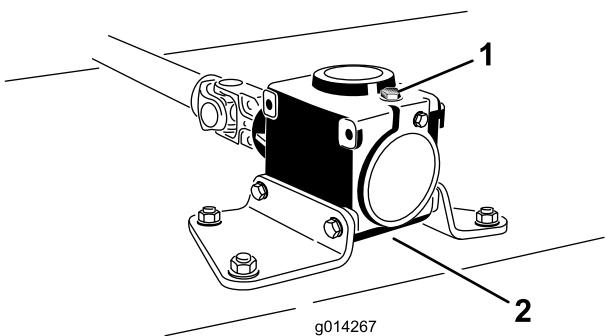

Figure 18
6. Retirez le bouchon de remplissage-jauge au sommet du boîtier d'engrenages (Figure 18) et vérifiez que le niveau de lubrifiant se situe entre les repères sur la jauge.
6. Retirez la jauge/le bouchon de remplissage du haut du boîtier d'engrenages (Figure 18).